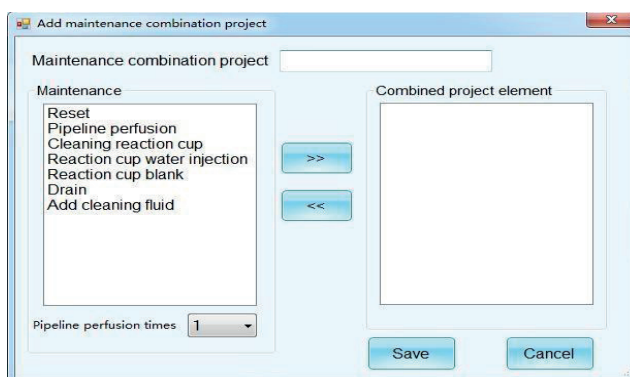

Figura 3-15 Adicionando projeto de combinação de manutenção
2. Selecione [Adicionar] no lado de [Projeto de combinação de manutenção], conforme mostrado na Figura 3-15.